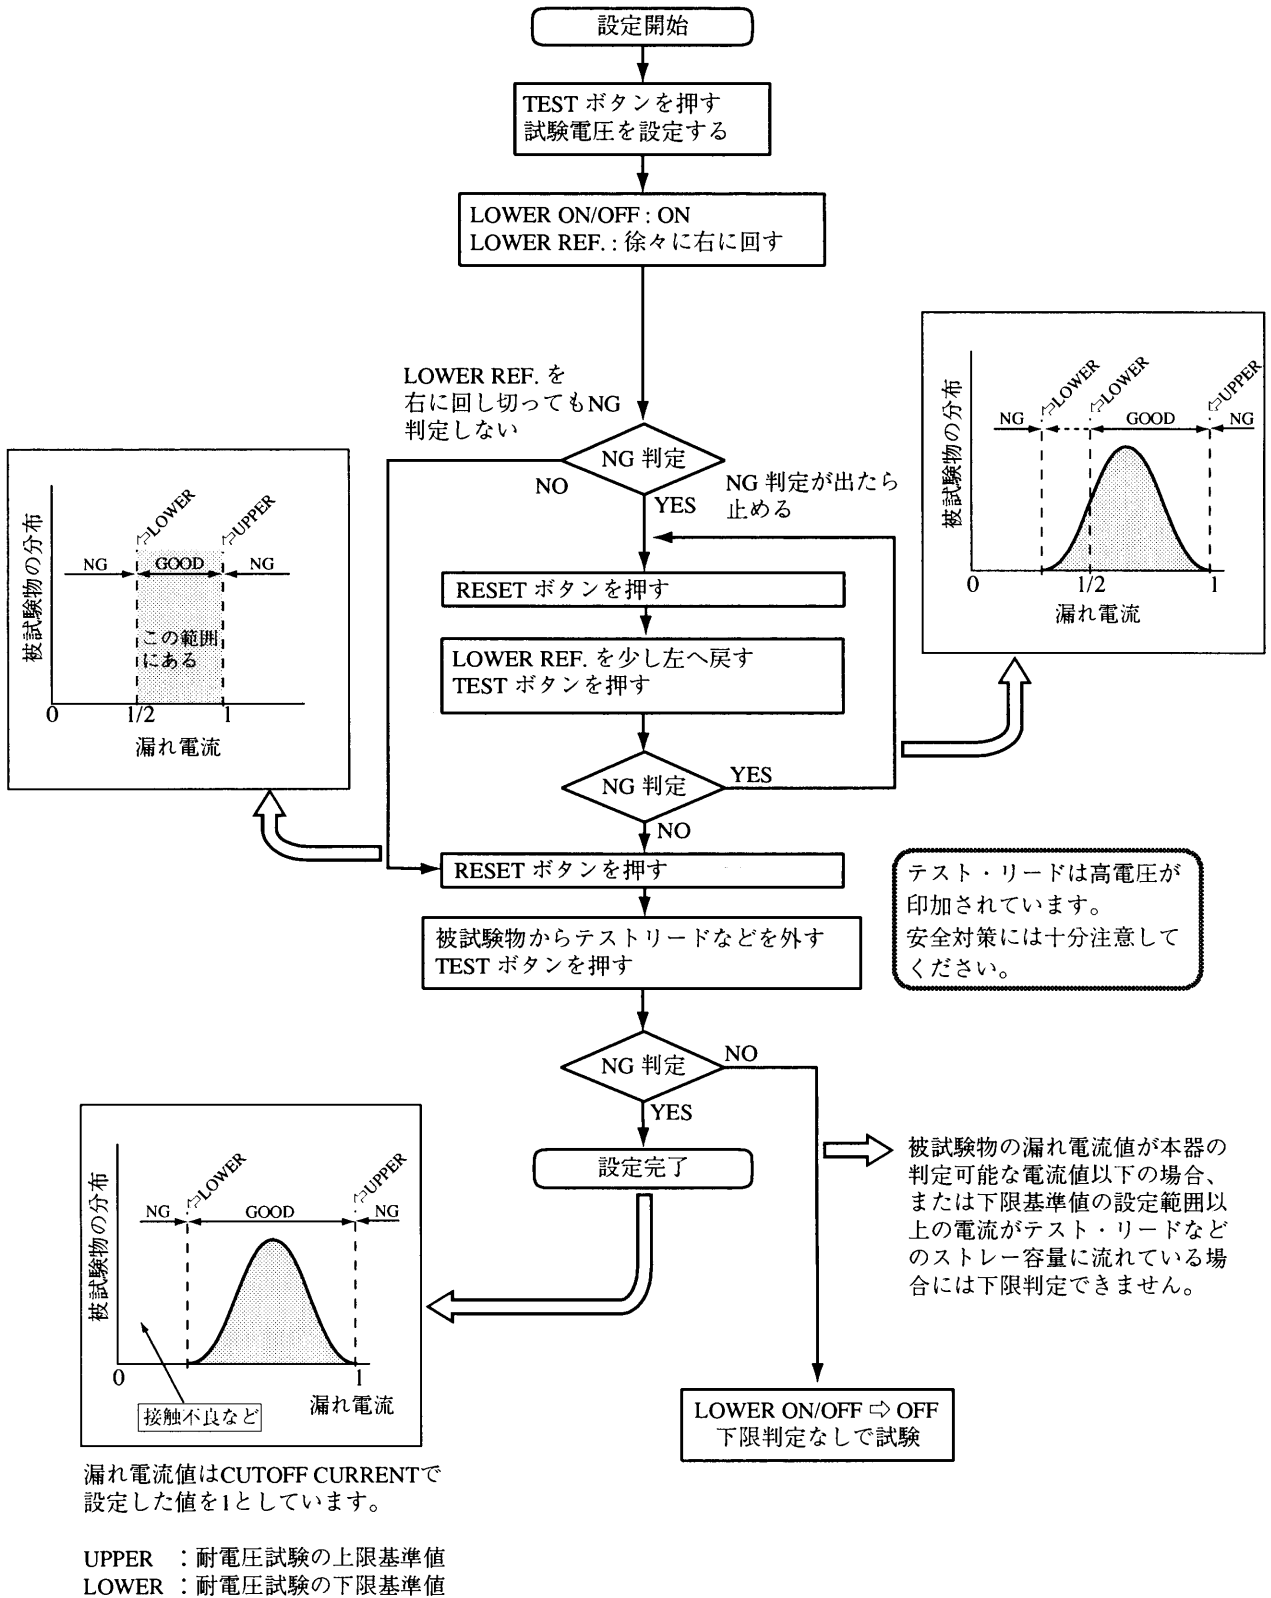

図4-1 LOWER REF.設定のフローチャート
- ① 漏れ電流検出基準値を設定します。
- ② TIMER ON/OFF スイッチを OFF に設定します。
- ③ LOWER ON/OFF スイッチを OFF に設定します。
- ④ LOWER REF が左へ回し切りになっていることを確認します。
- ⑤ 6) 項に準じ被試験物を接続します。
- ⑥ 前述の準備を整え、図4-1「LOWER REF.設定のフローチャート」の手順で設定します。